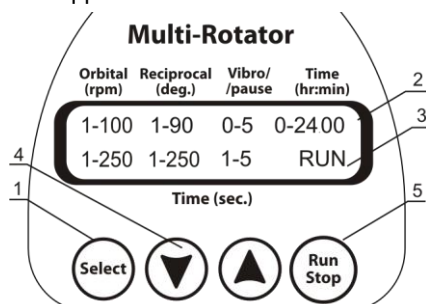

Fig.1 Panneau de configuration
- 4.4. Appuyez sur la touche **Run/Stop** (Fig.1/5) pour démarrer le programme.
- 4.5. La plate-forme se mettra en mouvement et les indications correspondantes (RUN (Fig.1/3) et la durée) s'afficheront sur l'écran.
- 4.6. Si la durée d'utilisation n'est pas programmée et que l'indicateur du minuteur (Fig. 1/2) affiche 0:00, appuyez sur la touche **Run/Stop** pour que l'agitateur rotatif fonctionne en continu jusqu'à ce que vous pressiez de nouveau la touche **Run/Stop**.
- 5.1. Pressez la touche **Select** (Fig.1/1) pour choisir le paramètre à modifier (maintenez la touche appuyée pour augmenter l'incrémement). Le paramètre actif clignote.
- 5.2. Utilisez les touches ▼ et ▲ (Fig.1/4) pour programmer la valeur nécessaire (lorsque la touche est maintenue appuyée, l'incrémement augmente).